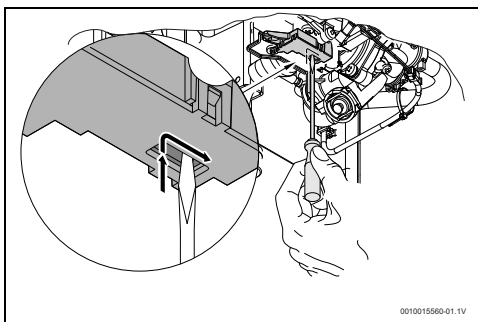

Fig. 27 Remettre le micro-interrupteur en place
- Positionner le micro-interrupteur selon la figure 27.